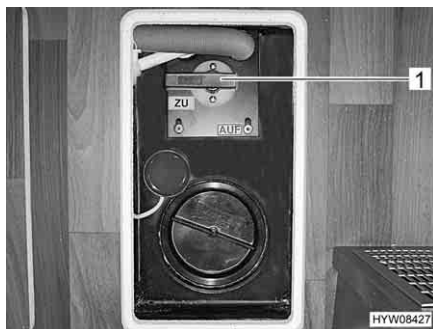

Fig. 93 Leva di comando del serbatoio delle acque grigie
A seconda del modello, l'ubicazione della leva di comando (Fig. 93,1) per lo scarico per le acque grigie può variare.
- Aprire il rubinetto di scarico. A questo scopo ruotare la leva di comando (Fig. 93,1) del rubinetto di scarico di un quarto di giro. La leva di comando è posizionata verticalmente oppure nel senso della lunghezza rispetto al tubo di scarico. Le acque grigie fuoriescono.
- Dopo il deflusso completo delle acque grigie, richiudere il rubinetto di scarico. A questo scopo ruotare la leva di comando (Fig. 93,1) del rubinetto di scarico di un quarto di giro. La leva di comando è posizionata orizzontalmente oppure trasversalmente rispetto al tubo di scarico.